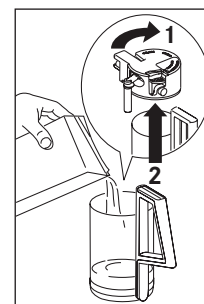

Fig. 30
- ▶ Remplir le récipient avec environ 100 grammes de lait pour chaque cappuccino à préparer (Fig. 30). Ne jamais dépasser le niveau MAX (correspondant à environ 750 ml) marqué sur le récipient. L'idéal est d'utiliser du lait écrémé ou demi-écrémé sortant du réfrigérateur (environ 5 °C).